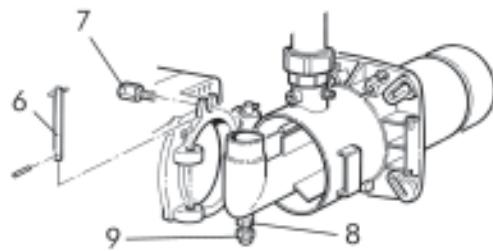

fig.6A
- Pentru accesul la teava de alimentare si la electrozi scoateti pivotul 6 si surubul 7, slabiti piulita 8 si strangeti surubul 9 (fig.6A - EM 40/2-E).